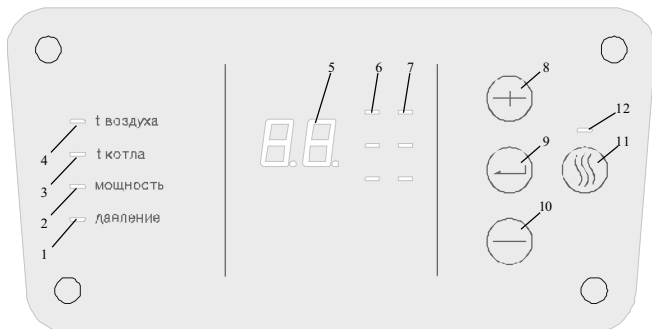

Рисунок 3. Панель индикации и управления
Заднюю панель (1); входной комбинированный патрубок (2) (через который теплоноситель поступает в прибор), имеющий как наружную резьбу G3/4, так и возможность подсоединения пайкой медной трубой с наружным диаметром 20 мм; циркуляционный насос (3), приводящий в движение теплоноситель, который проходя через трубопроводы (4), поступает в теплообменную емкость (5) в теплоизоляции, содержащую один или два блока трубчатых нагревательных элементов (блоков ТЭН) (6), и возвращается в систему через верхний выходной патрубок (7) с наружной резьбой G3/4. На задней панели установлен пневмогидроаккумулятор мембранного типа (экспанзомат) (8), служащий для компенсации объемного расширения, подсоединенный к трубопроводу перед циркуляционным насосом. Желаемая температура на выходе, контролируемая датчиком (9), а также лимит потребления электроэнергии устанавливаются на панели управления и индикации (см. рис.3). Избыточное давление в теплообменной емкости должно находиться в пределах от 0,05 МПа (при меньшем давлении работа циркуляционного насоса становится неустойчивой), до 0,29 МПа. Оно контролируется датчиком давления (10). Независимая от микроконтроллера и охлаждаемых полупроводниковых элементов защита представлена самовозвратным термовыключателем (11), включенным в цепь катушки контактора (12), через основные контакты которого проходят токи питания ТЭНов (через силовые платы (13), осуществляющие непосредственную подачу напряжения на ТЭНы). Полупроводниковые элементы на силовых платах охлаждаются теплоносителем при прохождении через трубопроводы (4). Установочная панель (14) закреплена над экспанзоматом, на кронштейнах задней панели. На установочной панели также расположены: плата центральная (15), которая управляет всеми элементами системы, исполняет алгоритмы управления мощностью котла и содержит в энергонезависимой памяти необходимые настройки работы котла;
- все три индикатора ограничения мощности (7) (рис.3) — светятся (ограничения мощности нет);
- все три индикатора потребляемой мощности (6) (рис.3) — не светятся (уровень потребляемой мощности — 0%);
- индикатор контроля температуры теплоносителя «**t котла**» — светится, что указывает на то, что семисимвольные индикаторы (5) (рис.3) указывают температуру теплоносителя;